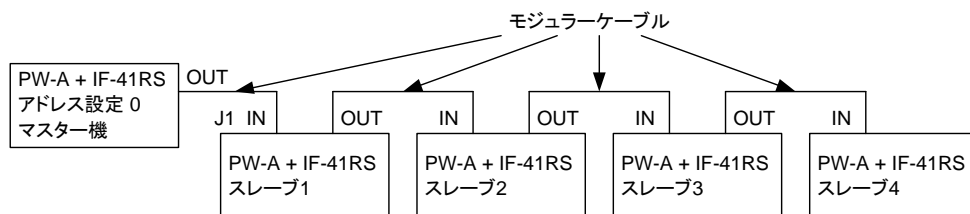

図 8-2. IF-41RS を使ったマスターオペレーション
- IF-41RS を組み込んだ PW-A 電源をアドレス 0 に設定し、マスター機として図 8-2. のようにモジュラーケーブルによって接続すれば、マスター機への操作と同じ内容を 4 台のスレーブ機に反映させることができます。スレーブ機に反映できる設定は以下の項目になります。
- ① DISPLAY/STATUS KEY の設定 (設定値または出力値を表示させるチャンネルの選択)
- ② プリセット 1 から 4 の選択
- ③ MAIN OUTPUT KEY の ON/OFF
- ④ 各 OUTPUT SELECT KEY の設定
- ⑤ デレイオン/オフおよび各チャンネルのデレイ時間の設定
- ⑥ 各チャンネルの電圧・電流設定値